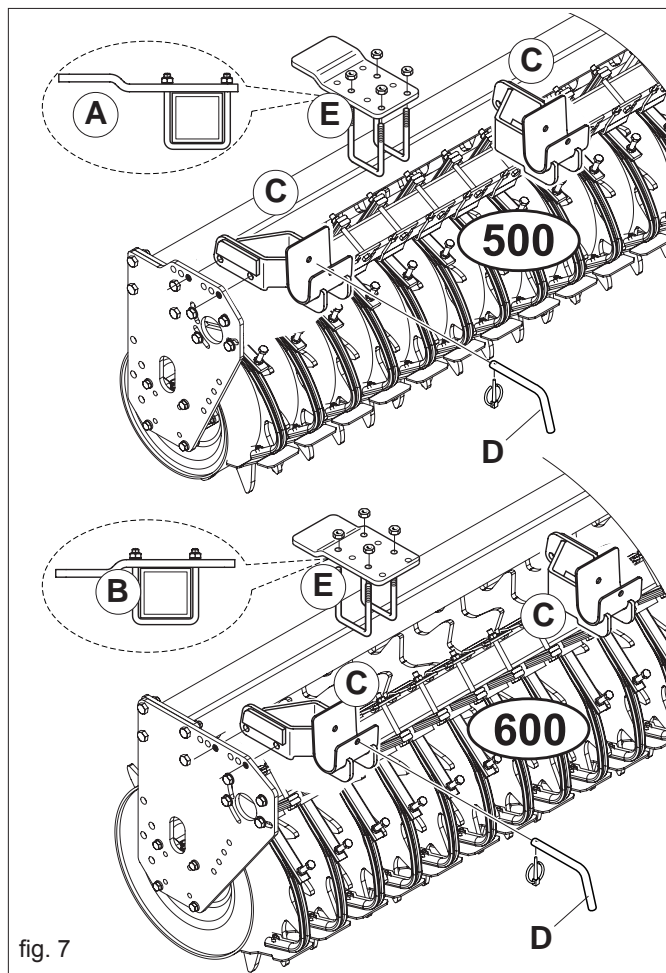
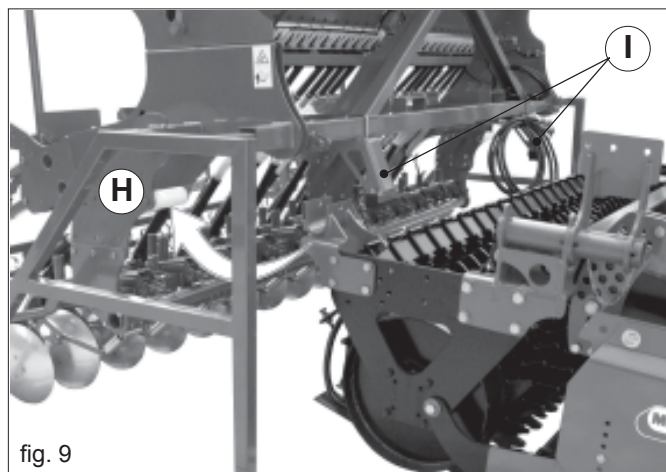

fig. 7
fig. 9
- die 2 Sämaschinehalterungen (C, Abb. 7) an den hinteren Walzenseitenwand der Drehegge aufstellen, wie gezeigt im Bild 7.
- die Sperrestifte der Ackerwalze wegnehmen (F, Abb 8) und in der Stellung (G) setzen. Mit verbundenen Ausrüstungen, die Handlung gestattet ein Gleichlauf im Sämaschine- und Ausrüstungswerk zu versichern.
- In der Korrespondenz der Unterstüzungen (I, Fig. 9), Platten von Unterstüzung (E) wie angezeigt in Bild 7 anbringen. Aufmerksamkeit die richtige Versammlung von der Platte Bild:
- Ackerwalze Ø 500 = Position (A, Abb. 7);
- Ackerwalze Ø 600 = Position (B, Abb. 7).